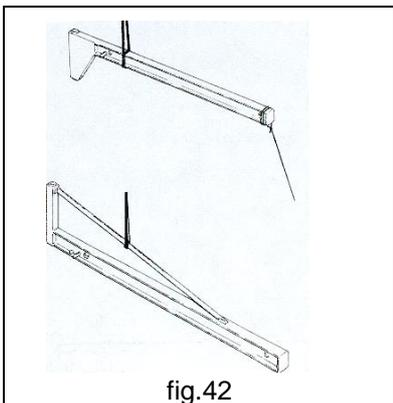

fig.42
1. Fixer le bras, en utilisant des élingues textile aux points indiqués par le marquage et lever avec les moyens appropriés à cet effet (ponts roulant, chariots, etc.). Garder la poutre horizontale par rapport au sol et vérifier en permanence la stabilité de la flèche. Éviter les oscillations et si nécessaire, maintenez l'équilibre à l'aide d'un point d'attache en extrémité de la flèche (fig. 42).